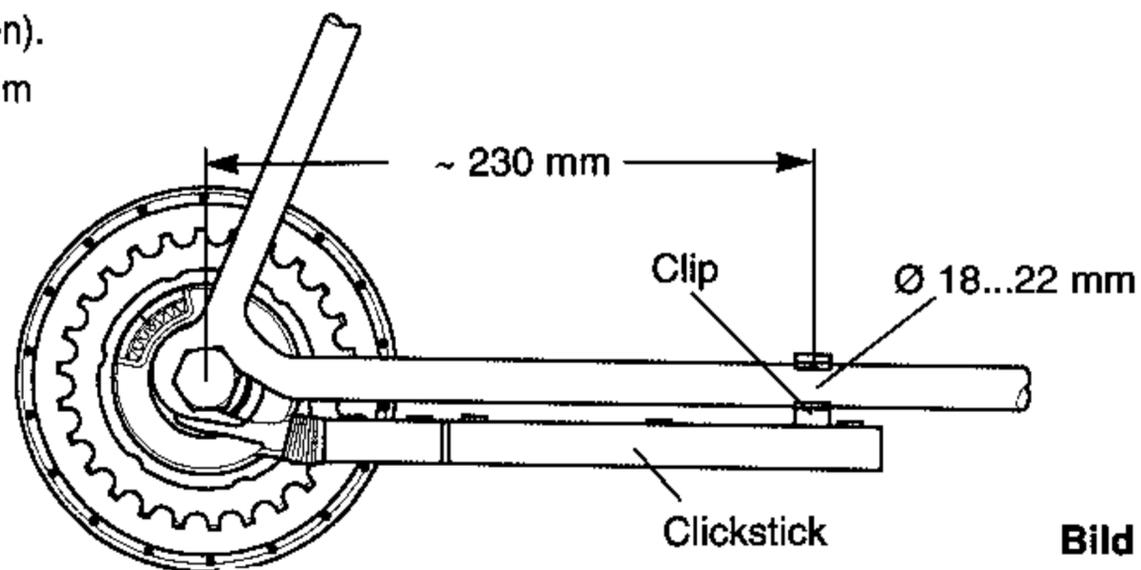

Bild 2
- Kettenstrebe \varnothing 18...22 mm im Bereich der Clip-Befestigung des Clickstick (siehe Bild 2).